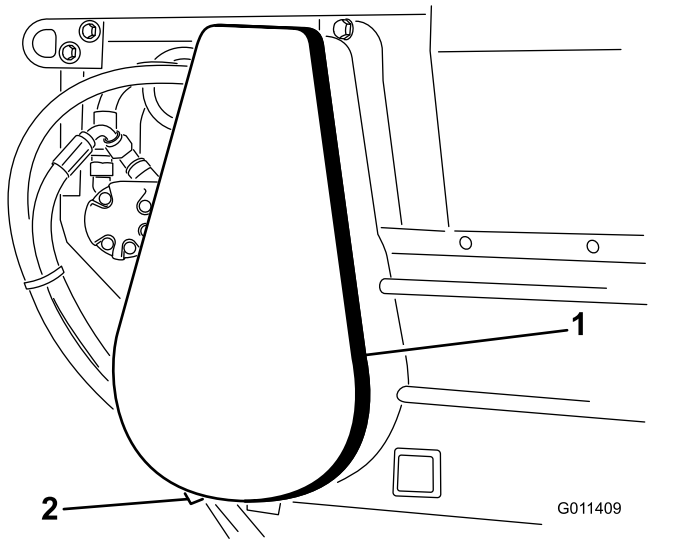

Bild 24
1. Entfernen Sie die Kettenabdeckung und das Distanzstück (Bild 24).